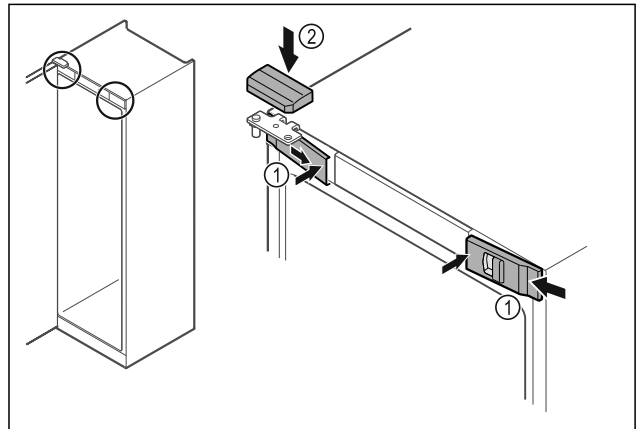

Fig. 53
- Zahákňte predné kryty Fig. 53 (1) naboku a zaistite ich vnútri.
- Zaistite horný kryt Fig. 53 (2) zhora.